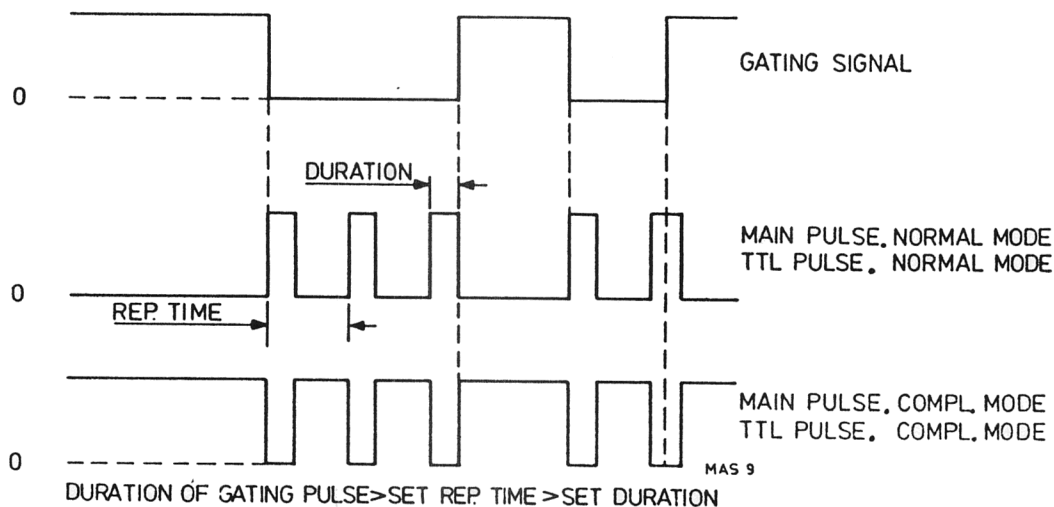

Fig. VI-6 : Impulsion de conditionnement PM 5705
- Choisir le rapport approprié entre le temps de répétition et la durée et les paramètres correspondants du signal de conditionnement. Se référer à la fig. VI-6.
- Comme il ressort de la fig. VI-6, un train d'impulsions est également disponible aux sorties TTL OUT.
- Enfoncer le commutateur SINGLE SHOT et remarquer que le générateur est hors service aussi longtemps que le commutateur est actionné. Se référer à la fig. VI-6.